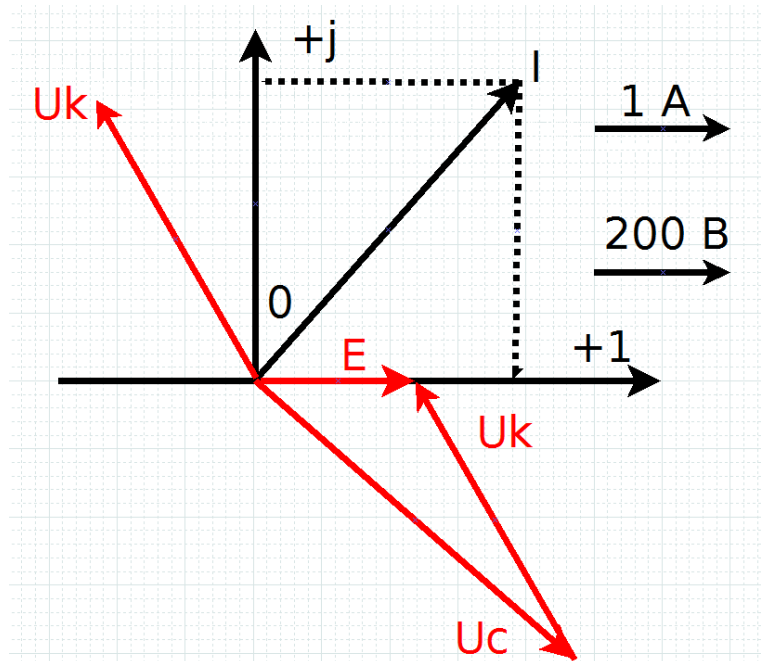

Рис. 13
3.6. Сохраняем диаграмму в файл, скрин экрана с диаграммой передаем в документ Word и обрезаем фрагменты изображения, не являющиеся элементами диаграммы, рис. 13.